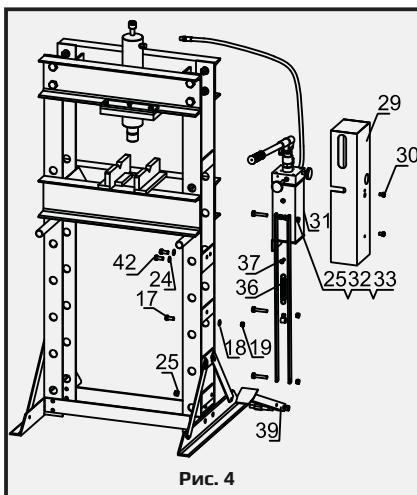

Рис. 4
5) закрепите насос (31) на раме с помощью болтов (42, 17), шайб (24,18) и гайки (19). Установите пружину педали (36), зафиксируйте ее болтом (37). Присоедините педаль (39) к стойке рамы при помощи болта (25), затем присоедините ее к рукоятке, при помощи болта (25) и гаек (32,33). Присоедините защитный кожух (29) к насосу с помощью болтов (30). Рис. 4.